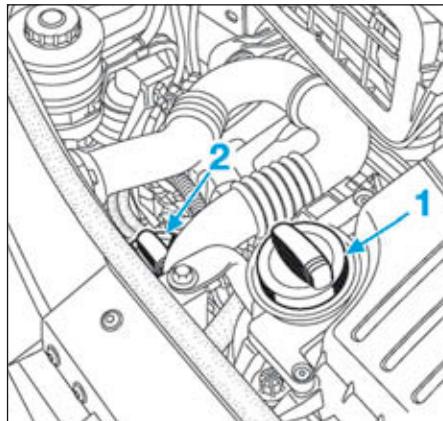

FIG.114
- Déposer le bouchon de remplissage d'huile (1) (Fig.114) et le bouchon équipé de la jauge à huile (2).